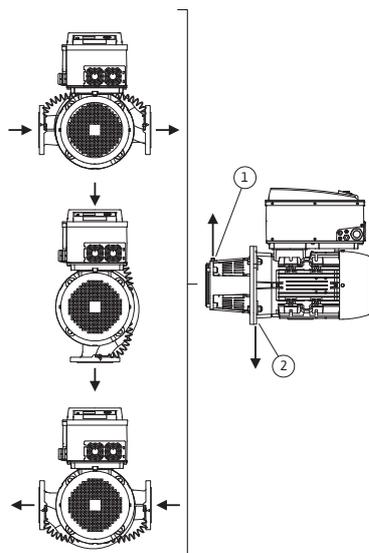
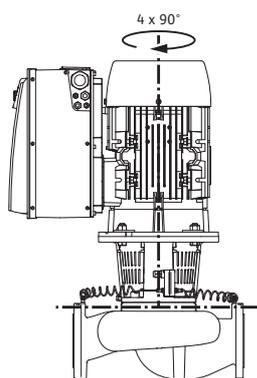

Fig. 18: Tillåtna monteringslägen med horisontell motoraxel
Fig. 19: Tillåtna monteringslägen med vertikal motoraxel
De tillåtna monteringslägena med horisontell motoraxel och elektronikmodul uppåt ( $0^\circ$ ) visas i Fig. 18. De tillåtna monteringslägena med sidmonterad elektronikmodul ( $\pm 90^\circ$ ) syns inte på bild. Alla monteringslägen utom "elektronikmodul nedåt" ( $-180^\circ$ ) är tillåtna. Avluftning av pumpen garanteras endast om avluftningsventilen pekar uppåt (Fig. 18, pos. 1). Endast i denna position ( $0^\circ$ ) kan det kondensat som bildas föras bort via ett tillgängligt borrhål, pumplanterna samt motor (Fig. 18, pos. 2). Ta härtill bort proppen på motorflänsen.
De tillåtna monteringslägena med vertikal motoraxel visas i Fig. 19. Alla monteringslägen utom "motorn nedåt" är tillåtna.
- Avluftningsventilen på lanternan (Fig. 6, pos. 1.31) måste alltid vara riktad uppåt vid en horisontell motoraxel (Fig. 6a: och Fig. 6b:). Vid en vertikal motoraxel är alla riktningar tillåtna. Se även Fig. 18: "Tillåtna monteringslägen med horisontell motoraxel" på sidan 25 resp. Fig. 19: "Tillåtna monteringslägen med vertikal motoraxel" på sidan 25.
- På horisontella motoraxlar måste kondensathålen peka nedåt (Fig. 18, pos. 2). Vrid motorn vid behov tills detta uppnås.